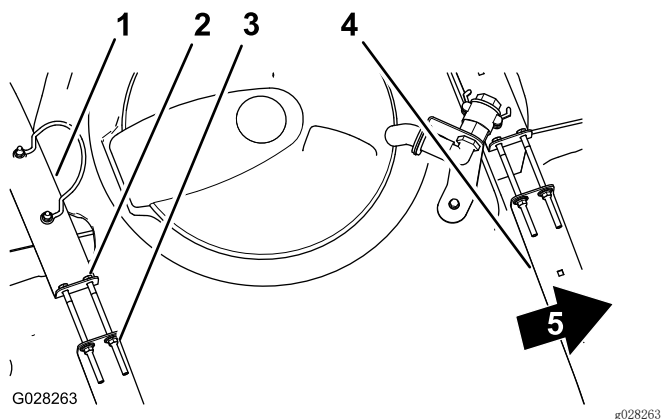

图17
2. 检查药缸箍带与药缸之间是否有任何活动（图17）。
3. 如果药缸箍带与药缸之间有松动，应拧紧箍带顶部的凸缘锁紧螺母和螺栓，直到箍带与药缸表面齐平（图17）。